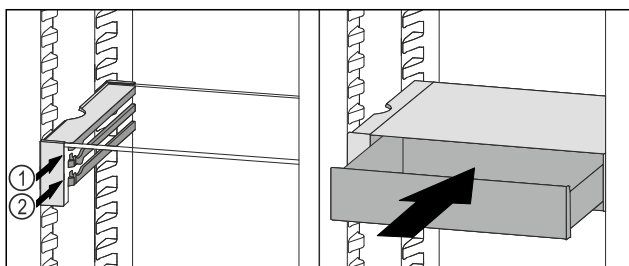

Fig. 183
- Nasaďte zásuvku VarioSafe za zářky na požadovaném žebříku Fig. 183 (1) nebo Fig. 183 (2).